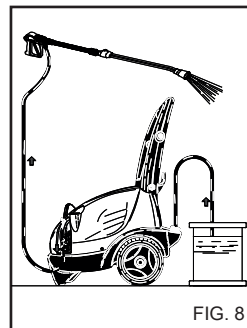

FIG. 8
Kun olet käyttänyt pesuainetta, pesuaineen syöttö pitää huuhdella puhtaalla vedellä. (Fig. 8).
1) Huuhtele korkeapaineinen vesipiiri pesuaineen käytön jälkeen: käytä pumppua 1 minuutin ajan annosteluhana täysin suljettuna. (Fig. 8).
- 4) Huuhtelee korkeapaineinen vesipiiri pesuaineen käytön jälkeen: käytä pumppua 1 minuutin ajan annosteluhana täysin suljettuna. (Fig. 8).